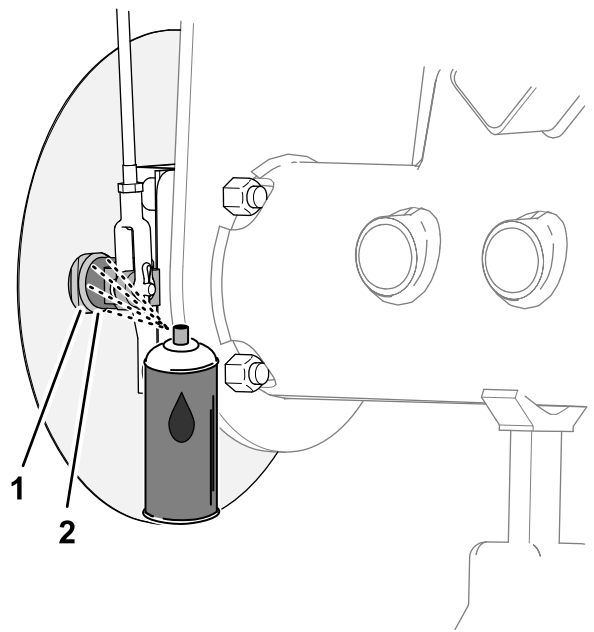
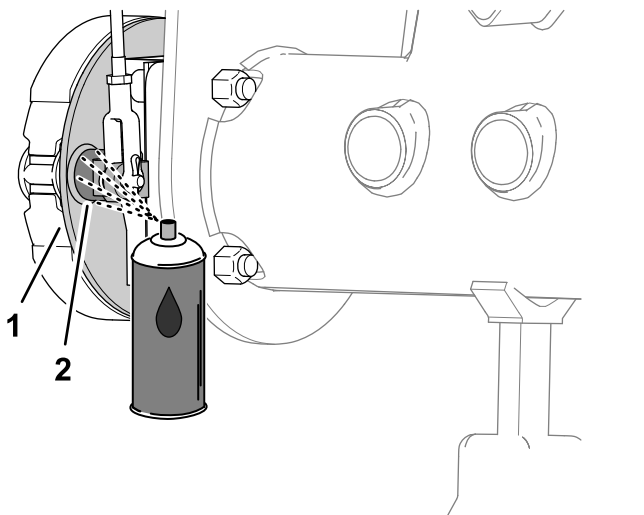

图 69
图 68
1. 在制动支撑板不带选配轮辋挡草罩的机器或车轮护罩带选配轮辋挡草罩的机器的内侧在制动凸轮轴和支撑板之间喷涂渗透润滑油图 68或 图 69。